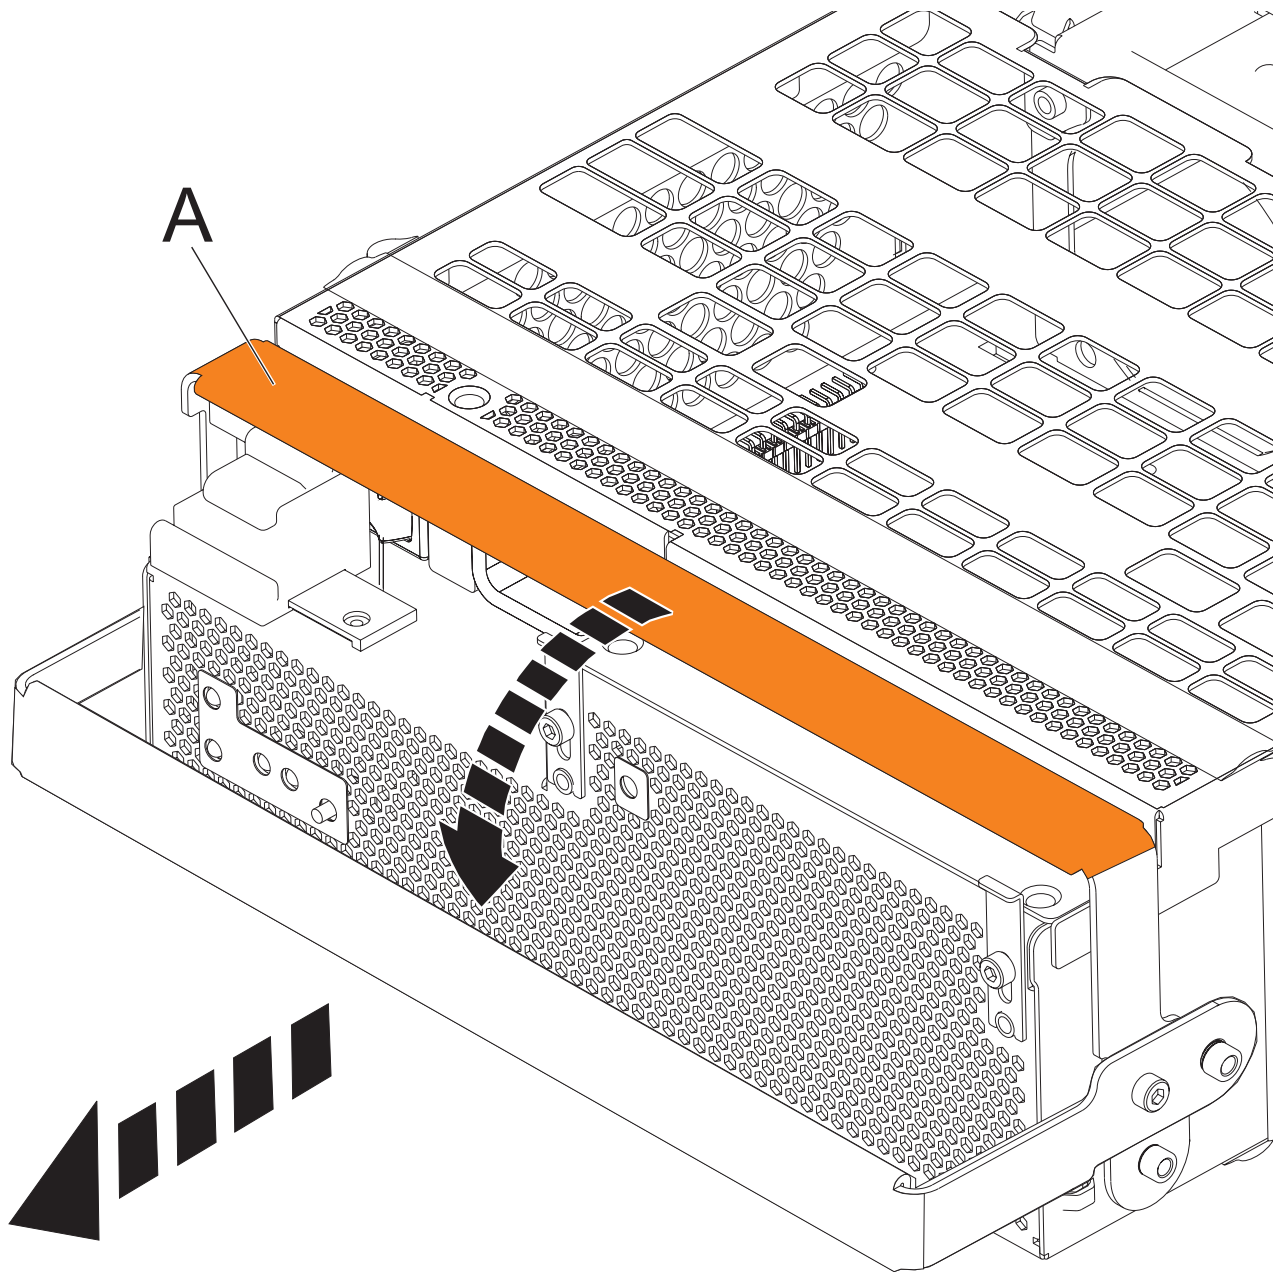

Figure 78. Retirer les ensembles de conversion hors ligne
- a. Tirez le levier (A) à fond vers le bas dans le sens indiqué pour dégager l'ensemble de conversion hors ligne. Pour plus d'informations, voir figure 78, à la page 87.